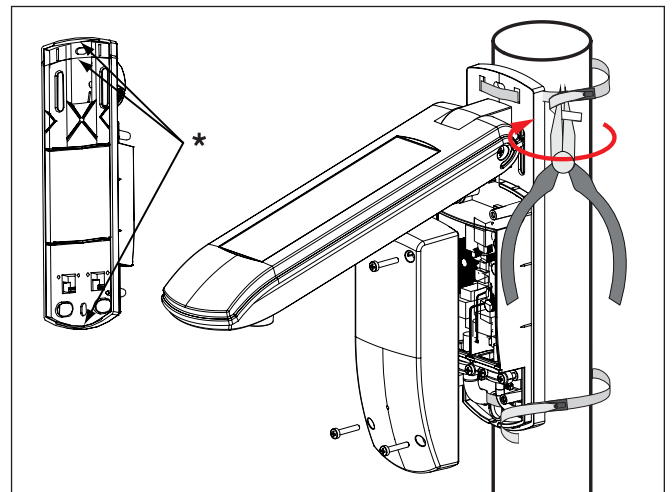

Abb. 6 Montage an einem Standrohr und Arretierung der Stahlkabelbinder
- Entfernen Sie die dünnen (dreieckigen) Stege an der oberen und unteren Kante der Montageplatte mit einem Seitenschneider (Abb. 6 *).